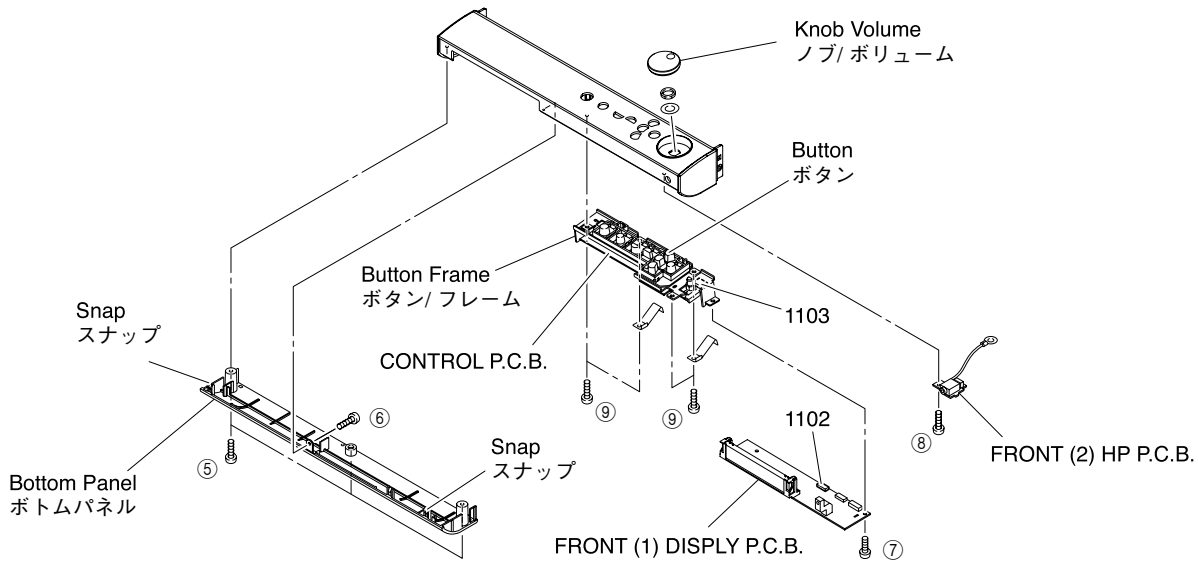

Fig. 3
- \* Be sure to use M3 x 6 type for screws (⑥).
- c. Remove the connector 1102. (Fig. 3)
- d. Remove 1 screw (⑦). (Fig. 3)
- e. Remove FRONT (1) DISPLAY P.C.B..
- f. Remove the connector 1103. (Fig. 3)
- g. Remove 1 screw (⑧).
- h. Remove FRONT (2) HP P.C.B..
- j. Remove 4 screws (⑨). (Fig. 3)
- a. ⑤のねじ3本、⑥のネジ1本を外します。(Fig.3)
- \* 組立時、⑥のネジは必ずM3×6を使用してください。
- c. コネクター1102を外します。(Fig. 3)
- d. ⑦のネジ1本を外します。(Fig. 3)
- f. コネクター1103を外します。(Fig. 3)
- g. ⑧のネジ1本を外します。(Fig. 3)
- j. ⑨のネジ4本を外します。(Fig. 3)